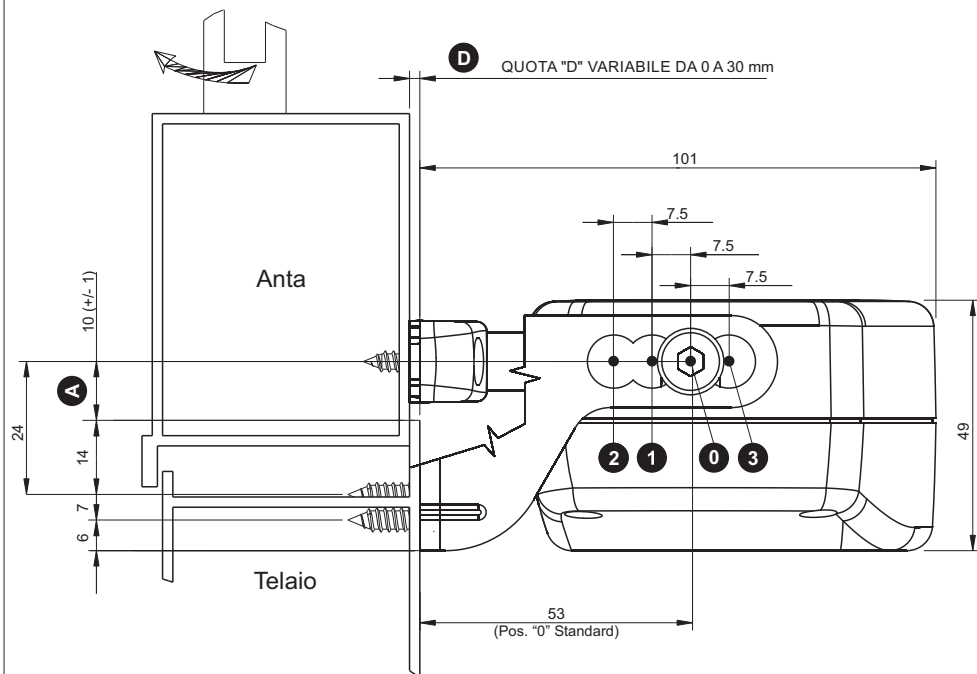

Fig. 7b Dimensioni in mm
VERIFICARE CHE LA DISTANZA "D" TRA IL TELAIO DEL SERRAMENTO (SU CUI È PREVISTO IL FISSAGGIO DELL'ATTUATORE) E L'ANTA DEL SERRAMENTO (SU CUI È PREVISTO IL FISSAGGIO DELLA STAFFA) SIA COMPRESA TRA 0 mm E 30 mm PER IL MONTAGGIO A SPORGERE (V. FIG. 7a) E TRA 0 mm E 22,5 mm PER IL MONTAGGIO A VASISTAS (V. FIG. 7b).
- 6) **Fig. 27-** Fissare con le due viti in dotazione (**Rif. 1**) l'attuatore alla staffa di attacco al serramento nella posizione "0" (**v. Fig. 7b**) e svitare la vite di regolazione terminale catena;
- 7) **Fig. 28-** Scegliere la posizione dell'attuatore rispetto la staffa di attacco al serramento (**v. Fig. 7b**) e agganciare il terminale catena alla staffa per apertura vasistas;